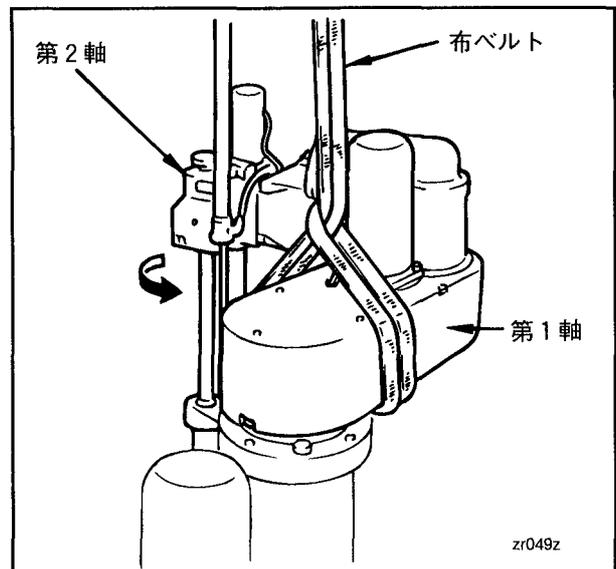

図5-55 布ベルトの使用法
- ③布ベルトを図5-55のようにロボットの第1軸の付け根に巻いてください。